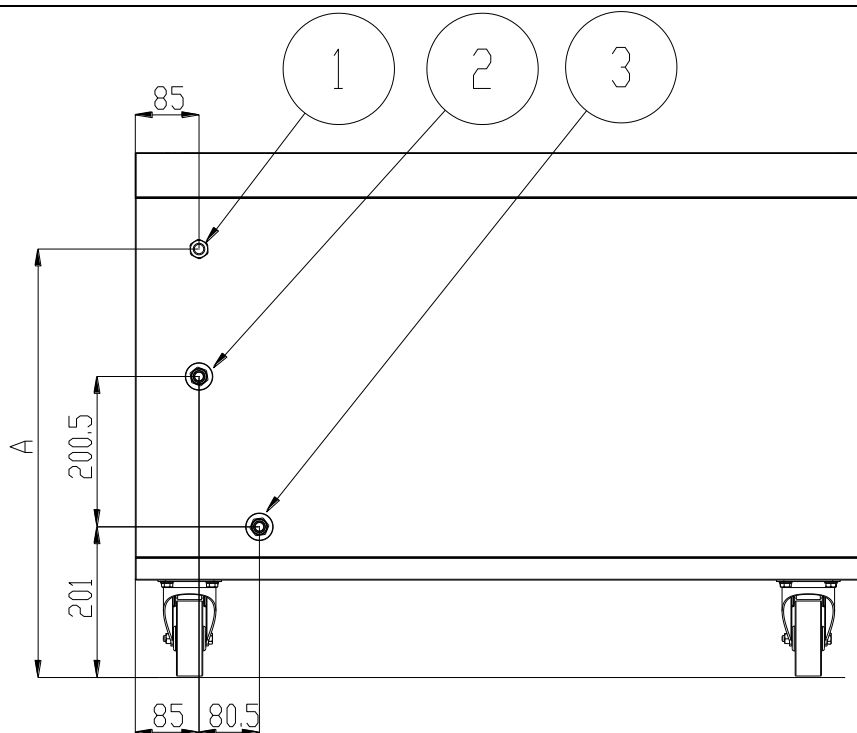

Fig.4.1 Anschlu e-Position
Für den elektrischen Anschluss sich aufs Bild 4.1 beziehen, wo die Position des elektrischen Einlass angegeben wird (1).
Siehe Abbildung 4.1 für die genaue Position vom Wasserzu-und ausfluß.